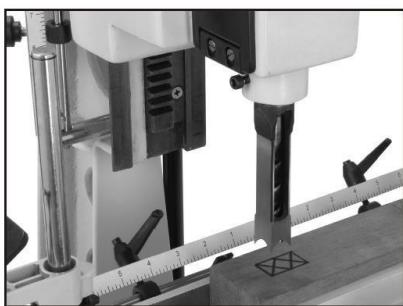

Рис. 22
- С помощью органов перемещения стола установите резец на линию разметки (Рис. 22), отрегулируйте ограничитель глубины паза и пределы перемещения стола.